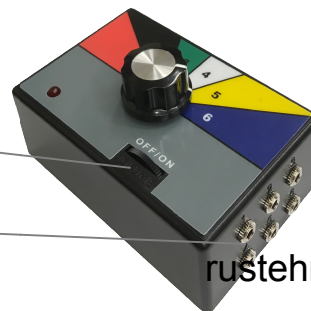

Рис. 3
- Провода подключаются к пульту управления, разъем от каждого провода подключите к соответствующему гнезду. Обратите внимание на соответствие цвету числа, то есть, красный разъем подключается к входному гнезду - 1, черный подключается к входному гнезду - 2, зеленый подключается к входному гнезду - 3, и т.д. (рисунок 3).